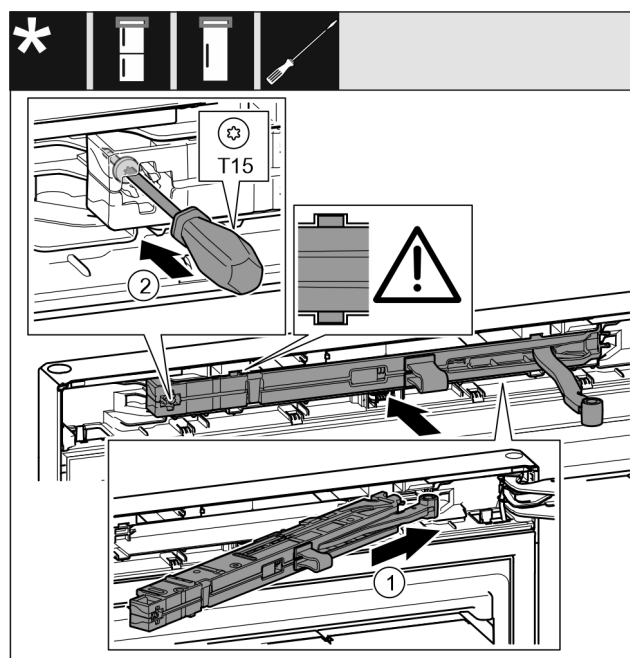

Fig. 51
- ▶ Tolja be ferdén, ütközésig a záráscsillapító egységet Fig. 51 (1) a mélyedésbe a csapágybak felőli oldalán.
- ▶ Húzza meg a csavart Fig. 51 (2) csavarhúzóval.